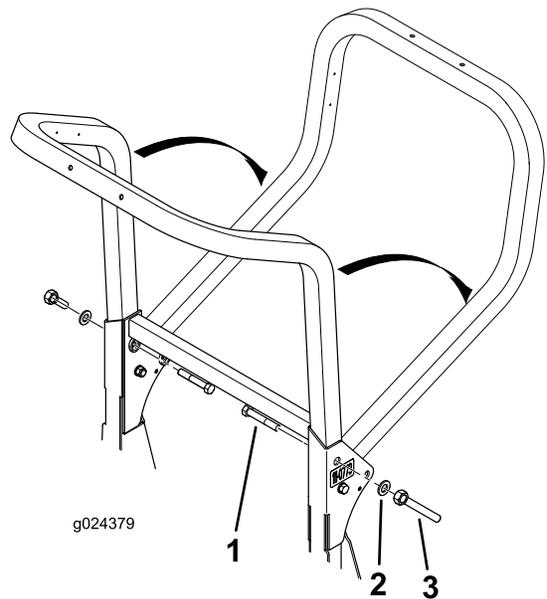

Bild 9
2. Halten Sie den oberen Rahmen fest und entfernen Sie die Handmutter, Scheiben und Befestigungsschrauben aus den Schwenkhalterungen (Bild 9).